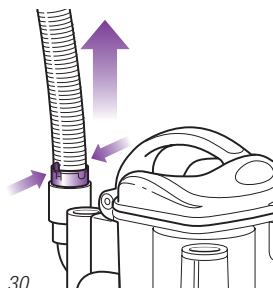

Fig. 30
- Desconecte la manguera extensible de la parte de atrás de la portátil *Lift-Away®* presionando las pestañas entre sí y tirando hacia arriba. (Fig. 30) Extienda la manguera y mire su interior para ver si está tapada.